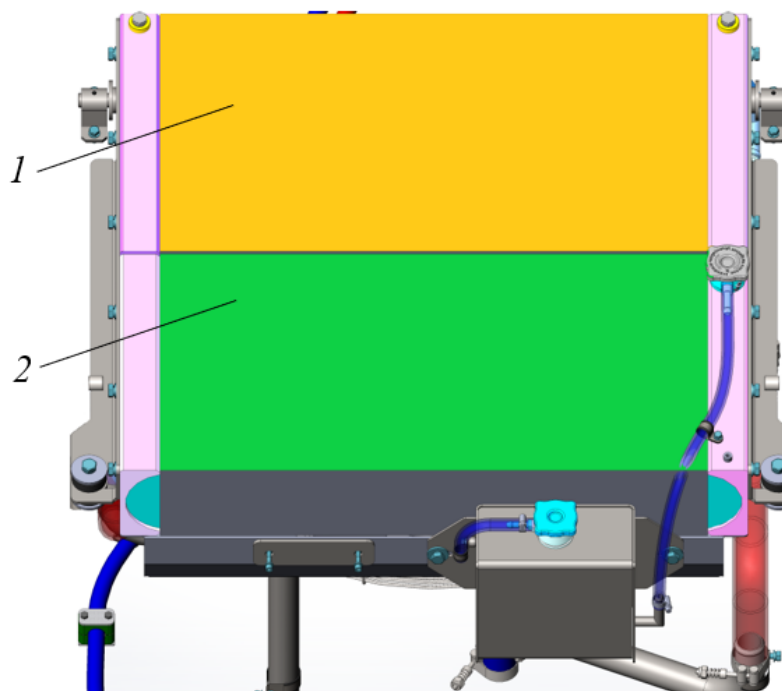

Рисунок 5.68. Блок радиаторов - вид сверху со стороны капота
- ▶ Произвести чистку блока радиаторов системы охлаждения сжатым воздухом, см. рис. 5.68.